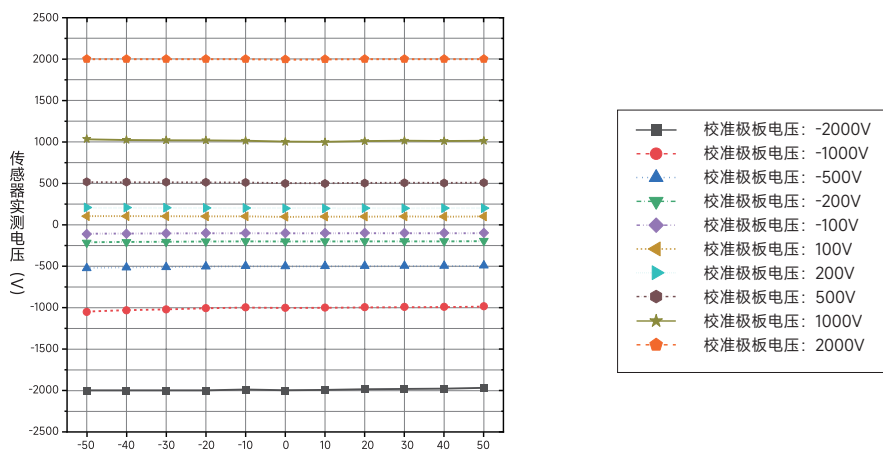

图 11 垂直距离 10mm 时，标准平板电极水平测试数据图
① 图 11 是在垂直测试距离 10mm，标准平板电极为 150mm x 150mm 不锈钢电极，传感器以校准平板中心位置为坐标原点，不同水平测试距离下的测试数据图：